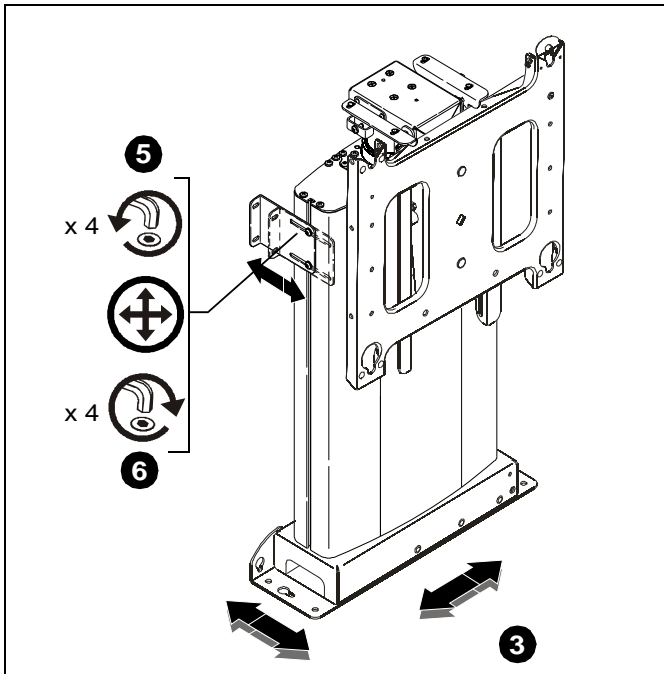

Figura 23
4. Posicione el soporte de modo que la base quede correctamente ubicada y las placas de sujeción laterales queden alineadas con los soportes verticales. (Consulte la Figura 23)